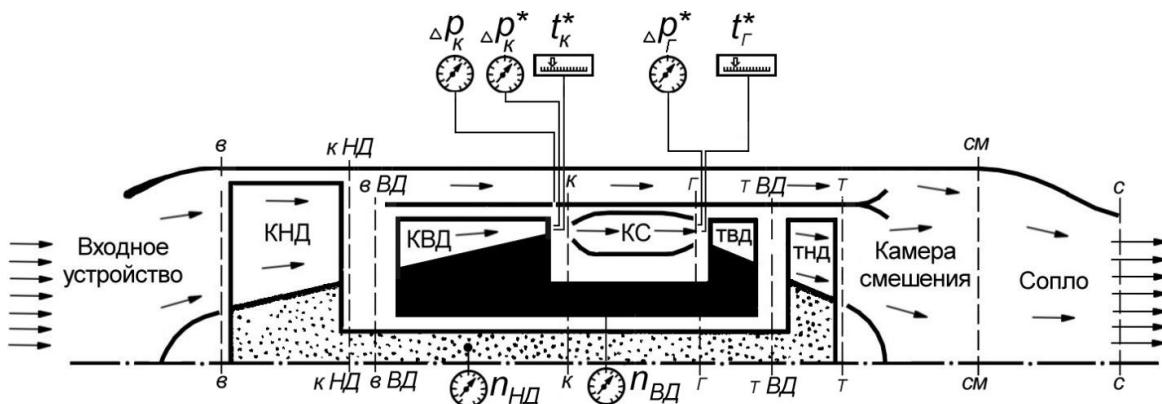

Рис. 5.1. Система измерений параметров газа в камере сгорания
Стенд, на котором установлен двигатель, оснащен приборами для измерения параметров воздуха и газа перед камерой сгорания и за ней (рис. 5.1).
5. Расскажите (по рис. 5.1), каким образом измерялись параметры газа в камере сгорания.